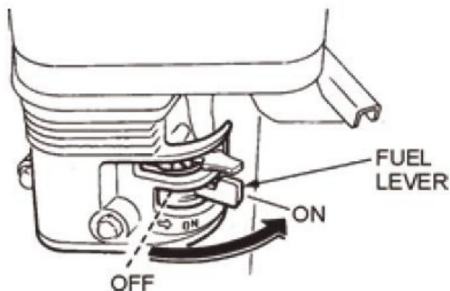

FIG.6
9.1 Placera motorns bränsleventilspak (FIG. 6) till läget "PÅ".